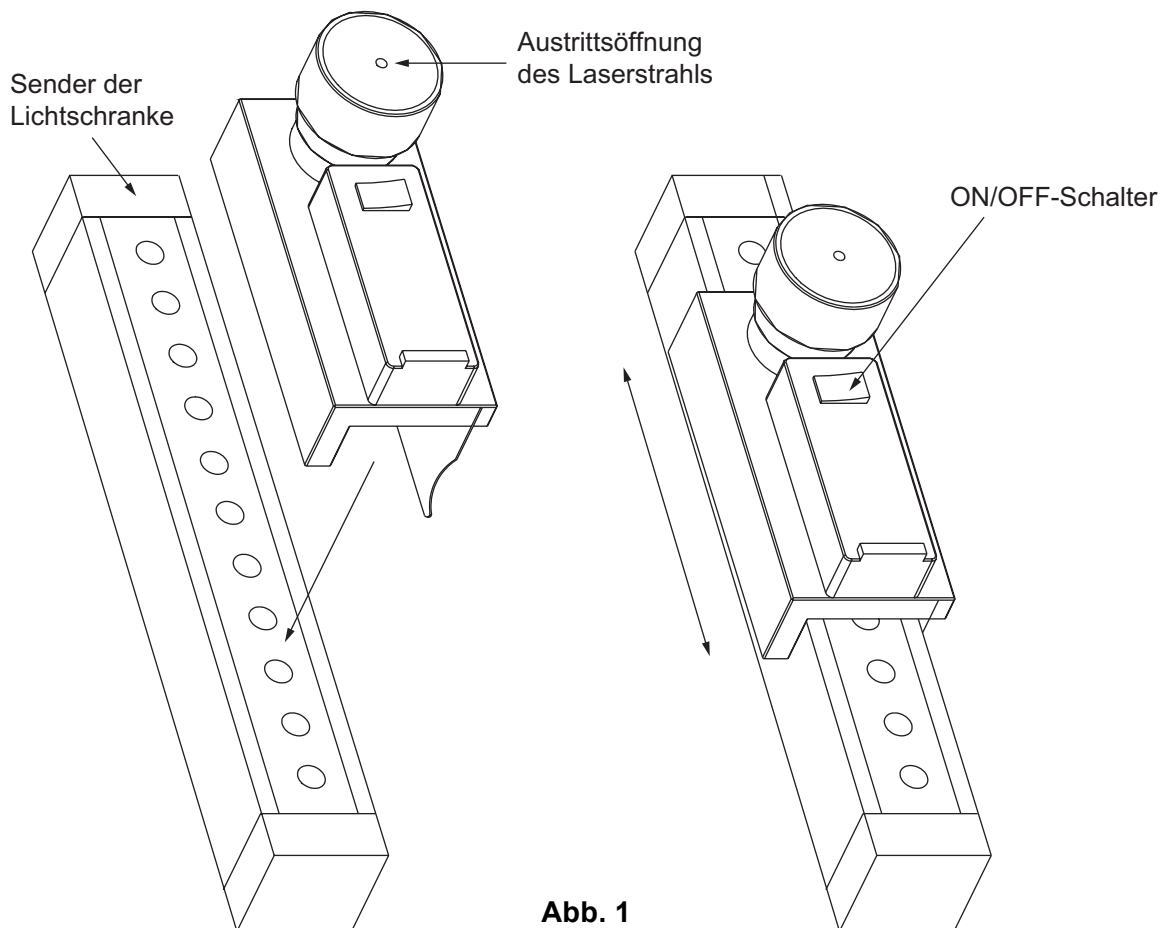

Abb. 1
- Die **LAD 4** entlang der Vertikalachse von der Seite des optischen Fensters her am Sender der Lichtschanke befestigen (**Abb. 1**).
- Die **LAD 4** über den ON/OFF-Schalter einschalten (**Abb. 1**).